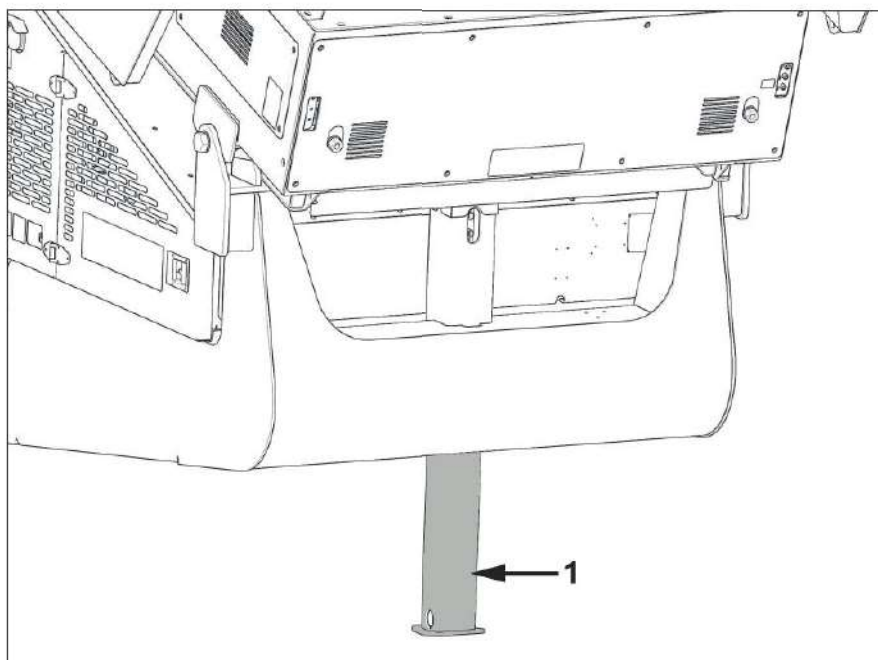

Figure 5.13 - Steunpoot toevoerband
Haal de steunpoot omhoog (1) op afb. 5.13 met de hydraulische bedieningshendel in de kap van de aandrijfeenheid.